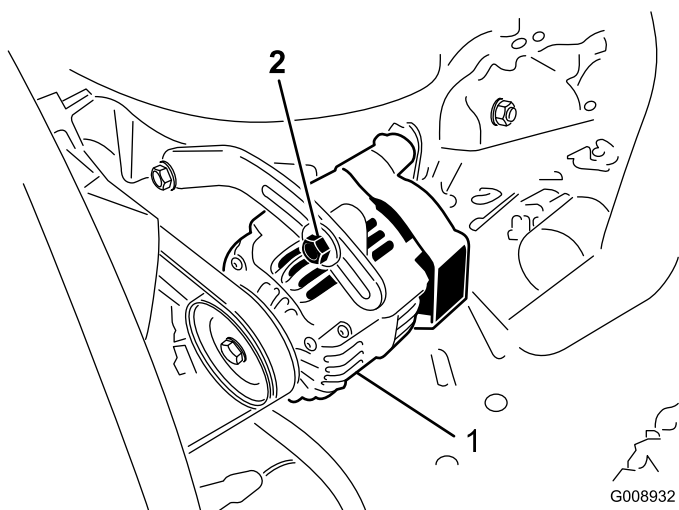

Рисунок 52
Через каждые 100 часов работы проверяйте состояние и натяжение ремней (Рисунок 52).
2. Если прогиб не равен 10 мм, ослабьте болты крепления генератора (Рисунок 52). Увеличьте или уменьшите натяжение ремня и затяните болты. Снова проверьте прогиб ремня, чтобы убедиться в том, что натяжение правильно.